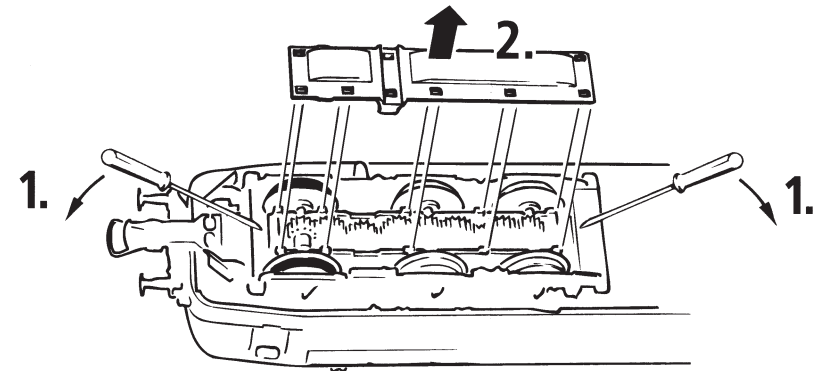

Fig. 6
3. Lämpchenwechsel: Zuerst das Lokgehäuse abnehmen (Fig. 3). Danach können Sie die **Lämpchen** wechseln (Fig. 6).
3. Remplacement des ampoules: Veuillez démonter d'abord la caisse de votre locomotive (fig. 3), puis vous pouvez **échanger les ampoules** (voir fig. 6).
3. Change of lights: First remove loco body (fig. 3) and then change **lights**. (fig. 6)